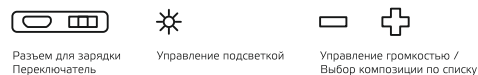

Рис. 3. Управление беспроводной колонкой
- Для включения колонки переведите переключатель (1) (рис. 3) в крайнее левое или крайнее правое положение:
- Колонка обладает декоративной подсветкой RGB, которая включается автоматически после включения колонки. Переведите переключатель на корпусе в режим включения (крайне левое или крайнее правое положение переключателя) (1). Касанием сенсорной кнопки (2) расположенной на корпусе колонки можно выбрать два режима подсветки. Короткое касание сенсорной кнопки (2) переводит освещение в плавное изменение цвета подсветки, удержанием в течение 3-5 секунд кнопки — режим подсветки переводится в режим с одним цветом освещения;
- Для увеличения громкости воспроизведения, на корпусе колонки есть сенсорные кнопки управления «+» и «-» (3), для увеличения громкости или выбора следующей по списку композиции. Удержание кнопки увеличивает или уменьшает громкость. Короткое касание на кнопку позволит выбрать композиции по списку;
- Колонка оснащена встроенным аккумулятором и может использоваться как переносное устройство без использования подставки. Для соединения с колонкой включите колонку в режим беспроводного соединения (левое крайнее положение переключателя (1)) и включите Bluetooth на вашем устройстве. В списке устройств для соединения выберите «vitamin», в поле «пароль» наберите значение «0000»;
- Для выключения колонки (1) переведите переключатель на корпусе в среднее положение.